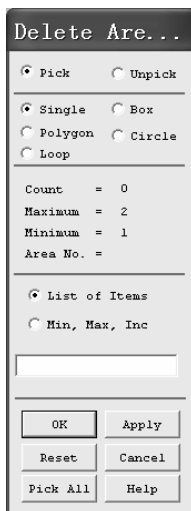
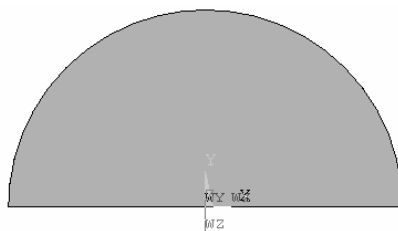

图 2-59 “Delete Are...” 窗口
图 2-60 半个圆
(5) 依次选择 Main Menu>Preprocessor>Delete>Area and Below, 弹出“Delete Are...”窗口(见图 2-59)。用鼠标左键单击下侧的半个圆, 单击“OK”按钮。视图中只剩下半个圆(见图 2-60, 注意图中的坐标系)。